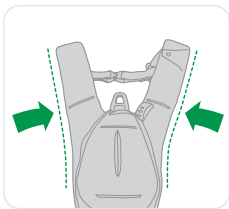

Figur 12
- Bryststroppen skal ligge rett, på linje med brystbeinet (sternum) (Se figur 12).